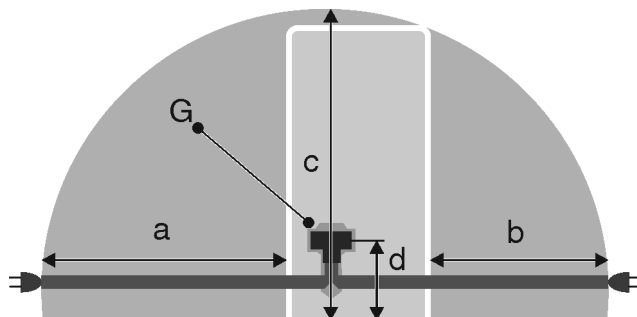

Fig. 23*
- Zásuvka sa nenachádza za zariadením, ale v oblastiach a alebo b Fig. 23 (a, b, c).
- ▶ Zástrčku zariadenia Fig. 23 (G) zastrčte na zadnej strane zariadenia. Dbajte na správne zaklapnutie.